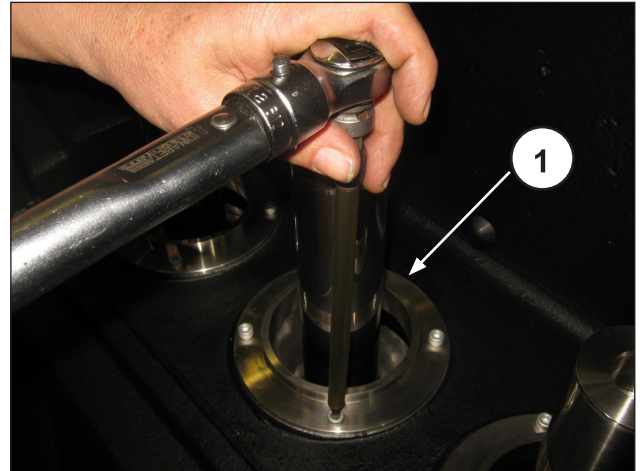

Abb. 160
Drehen Sie die vier Schrauben M6 (Pos. ①, Abb. 160) mit einem Drehmomentschlüssel fest und eichen Sie diese gemäß der Angaben unter Absatz 3.